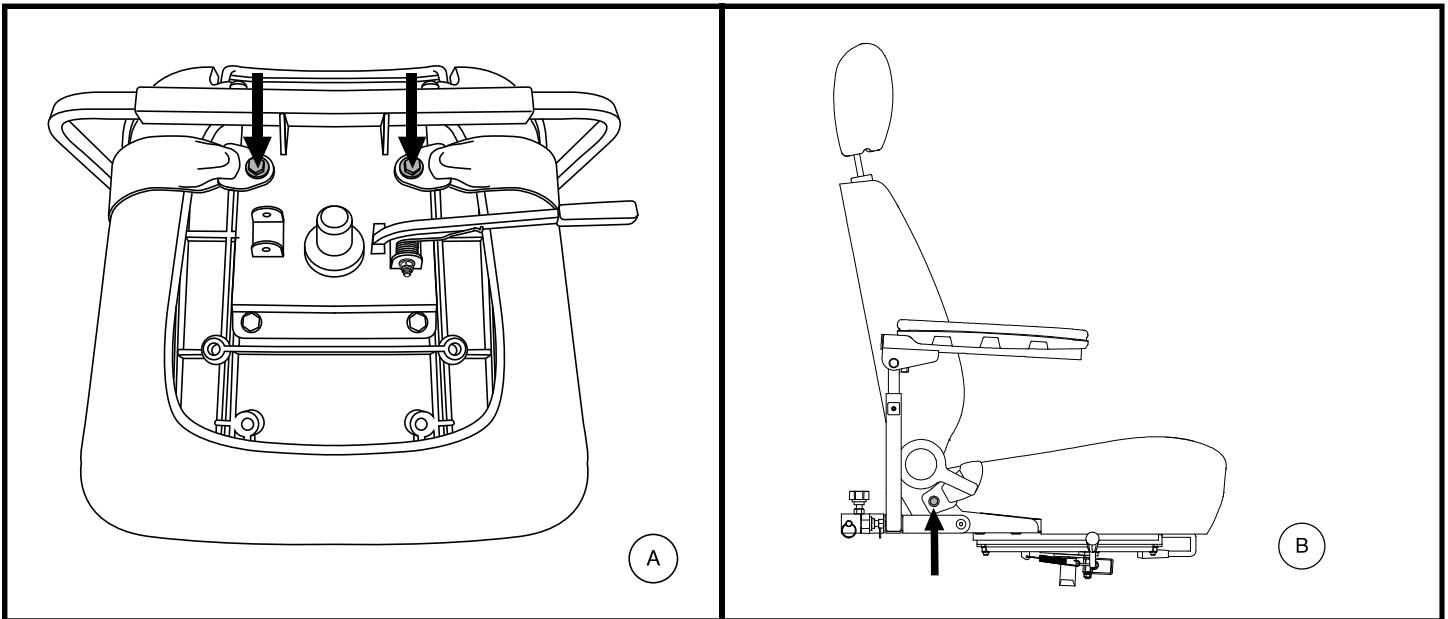

Abb. 25. Befestigungsschrauben des Rückhaltegurts
Ihr Elektromobil ist mit einem KFZ-typischen Rückhaltegurt ausgestattet, der dem Benutzer angepasst werden kann. **Siehe Abb. 25.** Der Rückhaltegurt wurde konzipiert, um ein Auf- oder Abwärtsrutschen des Fahrers zu verhindern. Der Rückhaltegurt ist nicht als Rückhaltesystem entwickelt worden.
2. Sitz umdrehen, um die Unterseite einzusehen. **Siehe Abb. 25.**